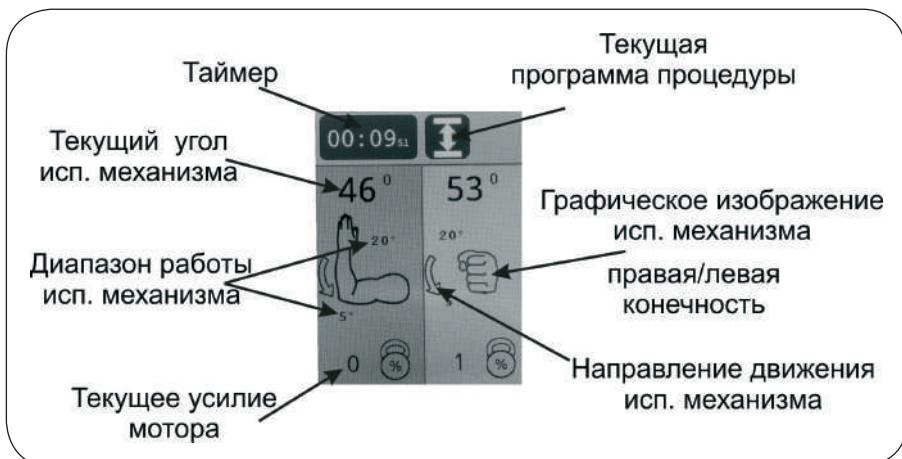

Рисунок 5.3 – Дисплей режима выполнения процедуры
#### 5.1. Дисплей режима выполнения процедуры (см. рис. 5.3).
- В зоне А: заданный пользователем диапазон работы, текущее положение (угол) в градусах (аналогично рис. 5.3) для мотора А, а также меню его установок.
- В зоне В: заданный пользователем диапазон работы, правая (левая) конечность, текущее положение (угол) в градусах (аналогично рис. 5.3) для мотора В, а также меню его установок.